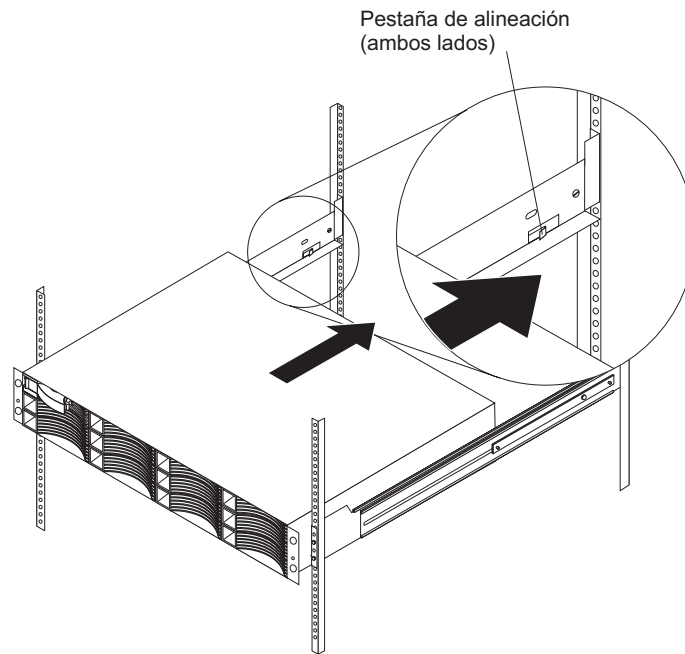
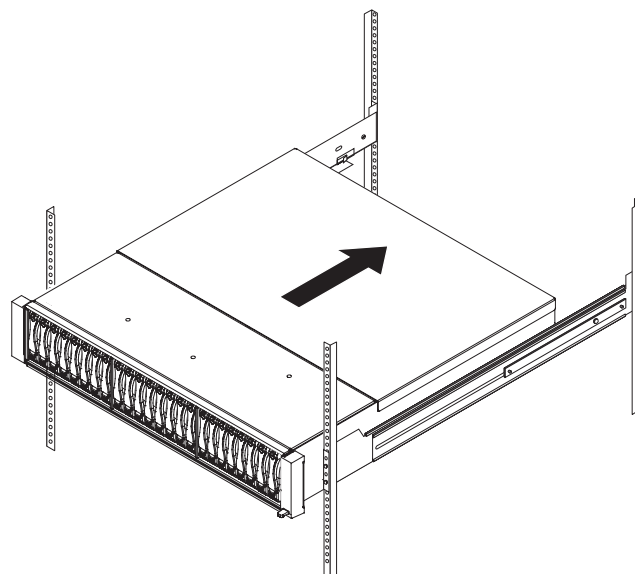

Figura 9. Colocación de un DS3512 o EXP3512 en un bastidor
Figura 10. Colocación de un DS3524 o EXP3524 en un bastidor
2. Deslice la parte posterior del subsistema de almacenamiento o del alojamiento de expansión sobre los rieles de soporte tal y como se muestra en Figura 9 para el DS3512 y EXP3512 y en Figura 10 en la página 12 para el DS3524 y EXP3524.